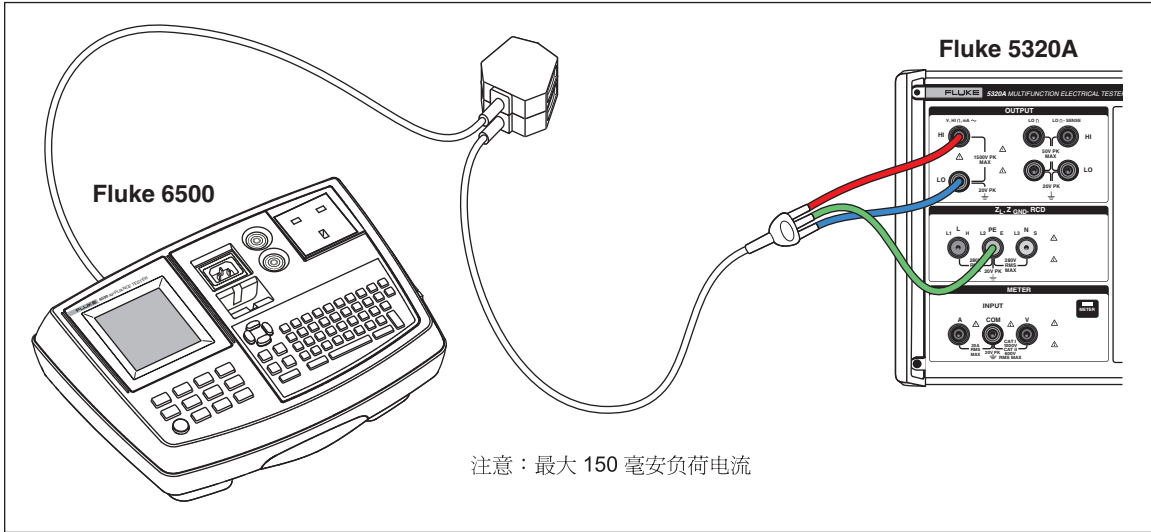

图7-19.在电源线供电的电器安全测试仪上进行的电压校准
2. 使用图7-19，将 UUT 连接到校准器的万用表 A、COM 和 V 端子。同时，在 UUT 和校准器的 PE 端子之间，进行保护接地连接。